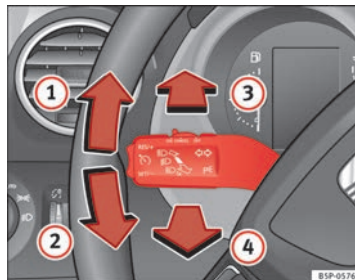

Fig. 78 Palanca de intermitentes y de luz de carretera
- Desplace la palanca hacia arriba hasta el tope ⇒ fig. 78 ① para encender el intermitente **derecho** o bien hacia abajo ②, para encender el intermitente **izquierdo**.
- Si las luces de cruce están activadas pulse la palanca hacia adelante ⇒ **fig. 78 ③** para encender la luz de carretera.
- Pulse la palanca hacia el volante ⇒ **fig. 78 ④** para apagar la luz de carretera.